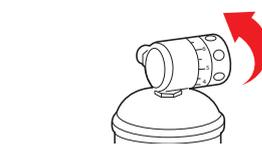

Fig. 6-14
28.45 - Ruotare la manopola di regolazione del riduttore di pressione, portandola da OFF a 5,5 Bar (0,55 MPa), vedi Fig. 6-14, in questa fase e in quelle successive **si raccomanda di tenere sempre la bombola verticale con la valvola rivolta verso l'alto**, attendere circa un minuto per fare defluire la pressione all'interno dell'apparecchio e controllare che non vi siano perdite utilizzando un comune cercafughe spray a base di soluzione saponaria. Nel caso si rilevassero delle piccole perdite di gas ruotare immediatamente la manopola di regolazione del riduttore di pressione sulla posizione OFF per chiudere il gas, vedi Fig. 2-14.